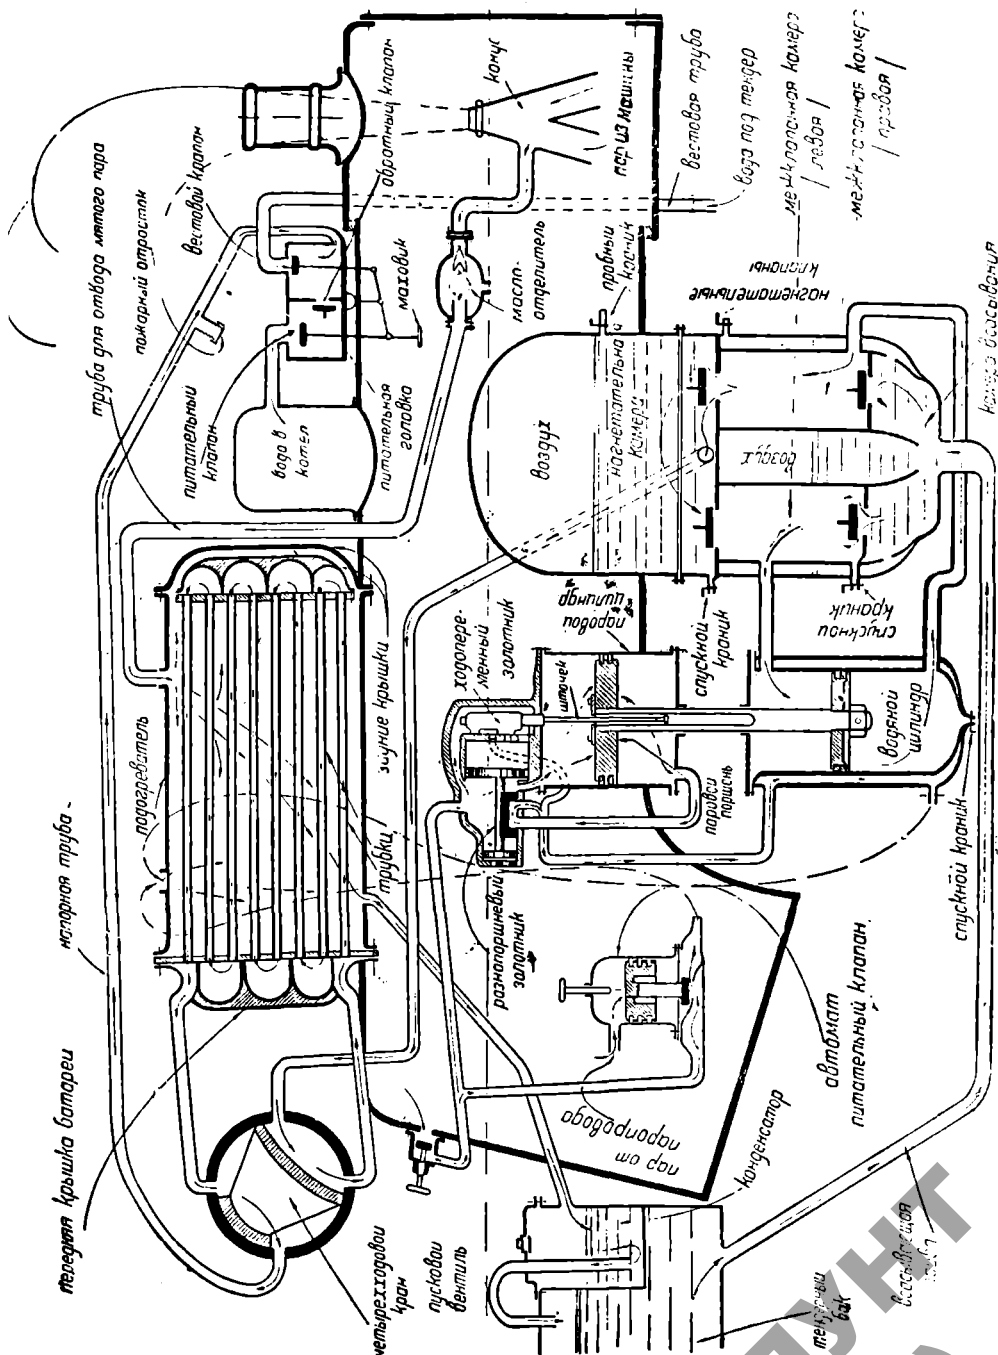

Рис. 103. Схема поверхностного подогревателя воды сист. завода "Борец".
Подогреватель имеет следующие основные части (рис. 103): 1) питательный насос, 2) четырехходовый кран, 3) подогреватель, 4) питательную головку и 5) автоматический клапан.
менный золотник вниз (головка на рис. 114 и рис. 103); от этого камера большего поршня сообщится с атмосферой и от перевеса давления вправо (благодаря разному диаметру поршней) разнпоршневой золотник передвинется вправо. Плоский золотник откроет левый паровой канал для прохода пара под низ поршня, а верхнюю полость сообщит с атмосферой (положение на рис. 114). Паровой поршень от давления пара пойдет кверху и, не доходя до крайнего положения, надавит на верхнюю утолщенность штока и подвинет его вверх. От этого пар войдет в камеру большего поршня и продвинет разнпоршневой золотник влево. Благодаря этому откроется правый паровой канал и пар из котла пройдет наверх парового поршня, а отработанный пар снизу выйдет через выемку золотника в атмосферу. Дальнейшее движение поршня и перемещение золотников происходит таким же образом.
**Батарея подогревателя** состоит из латунных трубок, вальцованных в две решетки — переднюю и заднюю. Батарея вдвигается в корпус подогревателя и прикрепляется к нему передней решеткой на болтах. Задняя решетка не крепится к корпусу подогревателя, а оставляется подвижной, чтобы не было препятствий к удлинению трубок от нагревания. Батарея в корпусе закрывается передней и задней крышкой. Задних крышек две — одна соединена с задней решеткой батареи, а другая соединена с корпусом подогревателя. Передняя крышка также соединяется с корпусом. Передняя и одна задняя крышки имеют ребра, которые при постановке крышек плотно прилегают к решеткам. Ребра делят батарею на несколько секций, так что вода проходит в батарее по нескольким трубам (рис. 103). Отработанный пар из конуса в количестве 14—17% от всего выбрасываемого пара подводится по трубе к подогревателю. Войдя в подогреватель, пар, омывая с наружной поверхности трубки батареи, нагревает проходящую внутри трубок воду. Из подогревателя сырой пар, обогретый воду в батарее, отводится трубкой в конденсатор. Делается это для того, чтобы отделить от пара масло, которым смазываются части паровой машины. Конденсатор представляет ящик, помещенный в тендерном баке. Пар, входя в конденсатор, отдает через его стенки тепло воде и превращается в воду, которая затем отводится в тендер изогнутой трубкой. Трубка забирает воду снизу конденсатора, а масло, плавающее на поверхности воды, остается и затем спускается через краник наружу. Благодаря наличию конденсатора, получается экономия расходуемой воды.
Питательная головка имеет две камеры, соединяющиеся отверстием, которое закрывает обратный клапан. Левая камера соединяется с котлом отверстием, закрываемым питательным клапаном. Правая камера соединяется вестовой трубой с атмосферой. Отверстие вестовой трубы закрывается в питательной головке вестовым клапаном. Питательный и вестовой клапаны имеют хвостовики, выходящие наружу, соединенные шарнирно общей тягой. Это соединение сделано таким образом, что, вращая маховик, нельзя закрыть клапанами сразу оба отверстия (вестовой трубы и идущее в котел), а можно закрыть какое-нибудь одно из них. На рис. 103 закрыто отверстие
Если в процессе работы насоса получается большой стук клапанов, то необходимо открыть на время успокоительный краник, имеющийся на клапанной коробке (рис. 103).